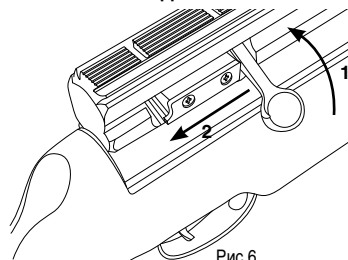
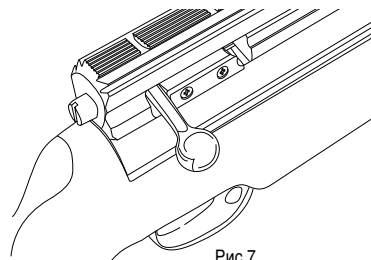
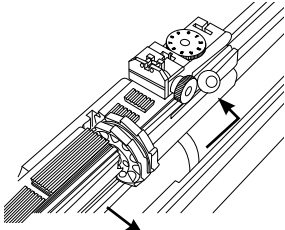

Рис.6
Рис.7
Рис.8
2. Чтобы освободить магазин, необходимо приподнять и оттянуть рычаг взвода к себе до щелчка и после отвести рычаг сброса магазина вперёд и запереть его. После чего магазин можно извлечь вручную потянув его направо (Рис.6 & Рис.7 & Рис.8) **ПОСЛЕ ЭТИХ ОПЕРАЦИЙ ВАША ВИНТОВКА БУДЕТ ВЗВЕДЕНА. ЕСЛИ СНЯТЬ ЕЁ С ПРЕДОХРАНИТЕЛЯ И НАЖАТЬ НА СПУСКОВОЙ КРЮЧОК, ДАННАЯ ВИНТОВКА ВЫСТРЕЛИТ.**